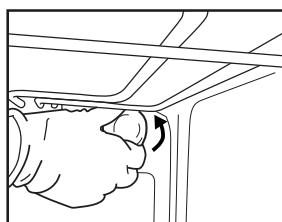
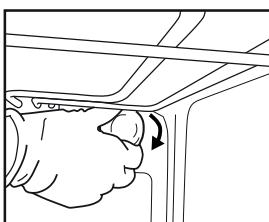

Рис. 6
Рис. 7
2. Откройте плафон (рис. 6), замените лампу (тип лампы указан в примечании) и, установите плафон в исходное положение (рис. 7).